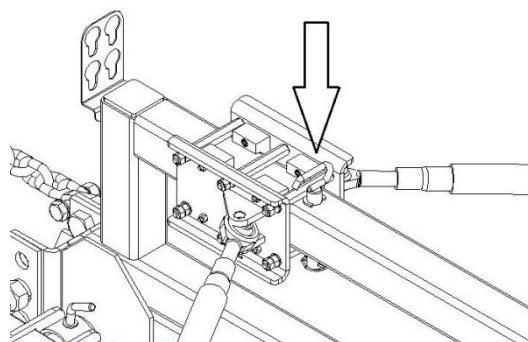

Рисунок 24. Палец тяговой штанги в трансп. положении
Установите палец в транспортировочный замок тяговой штанги, как показано на рис. 24. Это должно быть выполнено всегда при транспортировке сеялки в сложенном положении.
3. Извлеките палец из транспортировочного замка тяговой штанги (Рис. 24), «Палец тяговой штанги, установленный в рабочее положение».